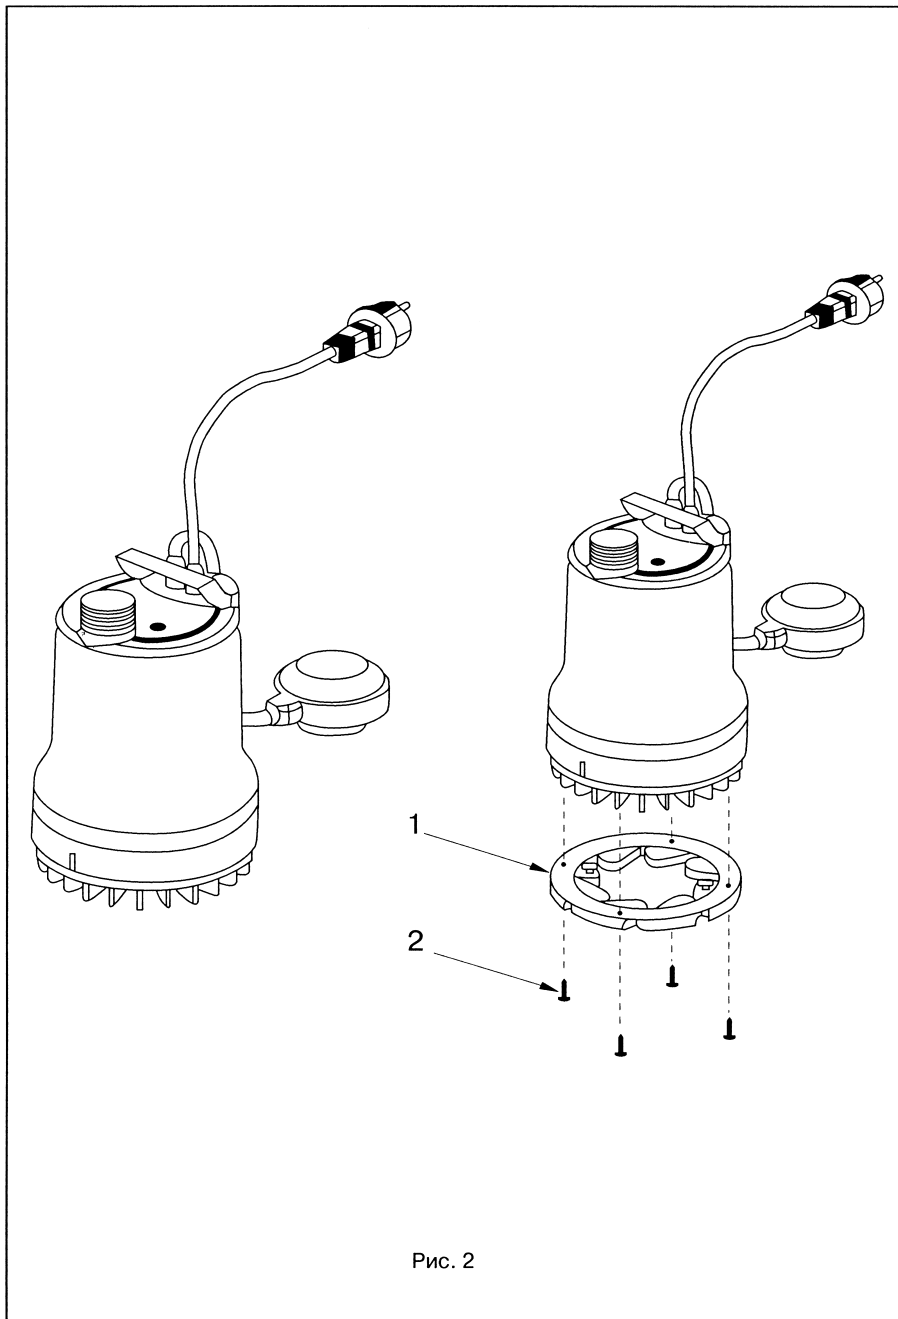

Рис. 2
- Для повышения производительности насоса (примерно на 16%) можно отключить вихревое устройство для насосов серии TMW описанным ниже способом (рис.2):